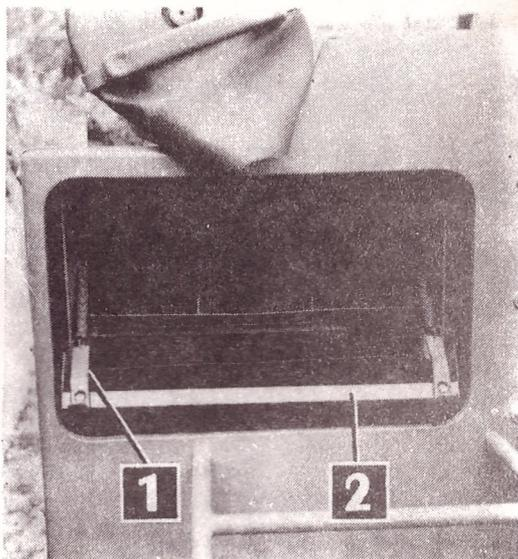

FIG. 30
Les cribles se remplacent en les extrayant après avoir débloqué le levier (1, fig.30) et abaissé la glissière (2).